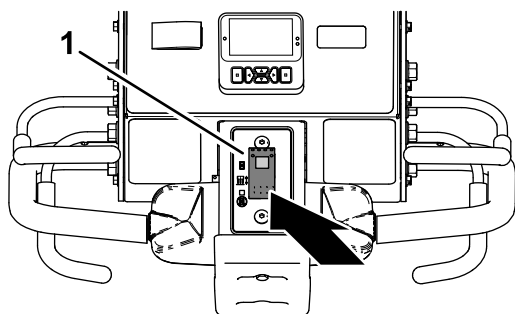

図 86
1. 降下コントロールスイッチ 図 86の下部を押して 遅延なし降下位置にする。